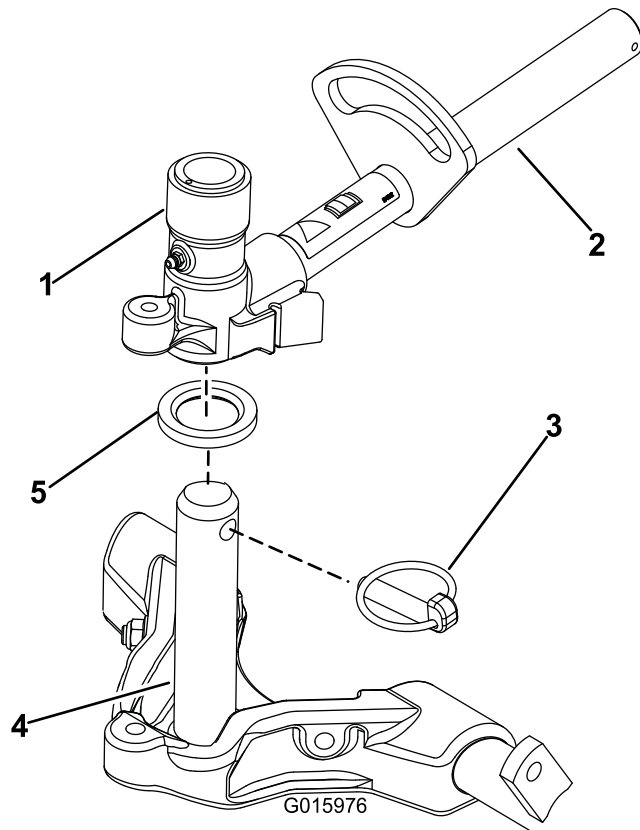

Figura 11
8. Unte el eje del bastidor de tiro con grasa limpia (Figura 11)
9. En el caso de las unidades de corte delanteras, deslice una unidad de corte debajo del brazo de elevación mientras coloca el eje del bastidor de tiro en la horquilla de pivote del brazo de elevación (Figura 11). Asegúrese de que la arandela de empuje está correctamente posicionada en el eje del bastidor de tiro.
10. Sujete el eje del bastidor de tiro a la horquilla del brazo de elevación con el pasador Klik (Figura 11).
- B. Introduzca la horquilla del brazo de elevación en el eje del bastidor de tiro (Figura 11).